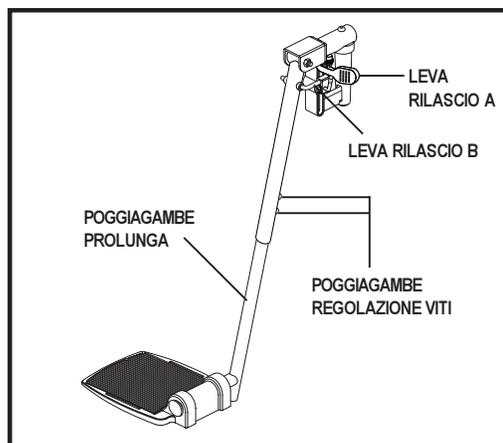

Figura 22. Poggiatesta mobili
1. Spingere all'interno la leva di rilascio A. Vedere la figura 22.
1. Spingere giù la leva di rilascio B. Vedere la figura 22.
1. Estrarre le due viti di regolazione dal lato di ciascuna prolunga del poggiatesta. Vedere figura 22.